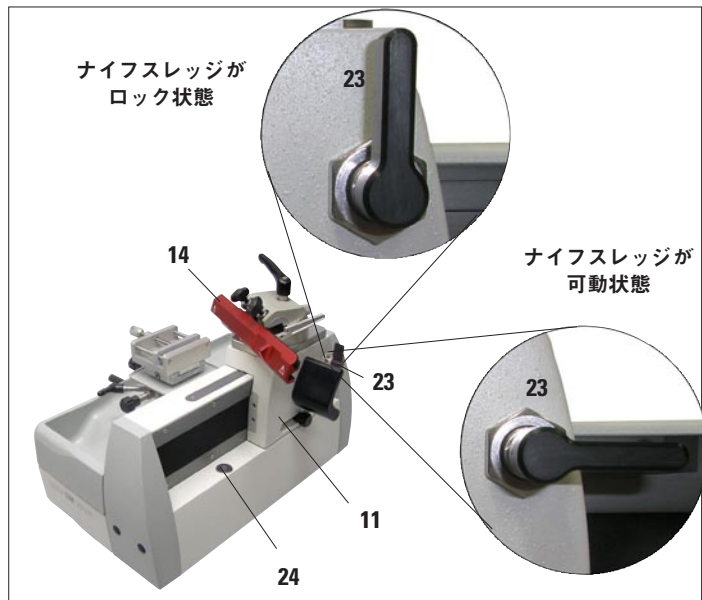

図 2
- 装置を搬送する前に、ナイフスレッジをロッキングノブ (23、図 2) でロックしてください。